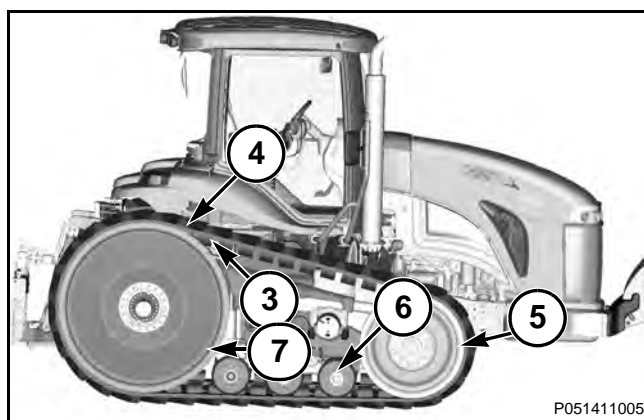

FIG. 99
FIG. 99: Los cortes, ranuras y desgastes menores en los bloques de guía (3) no ocasionarán problemas operacionales. Sin embargo, una correa agrícola general a la que le falta más de un bloque de guía debe de ser reparada.